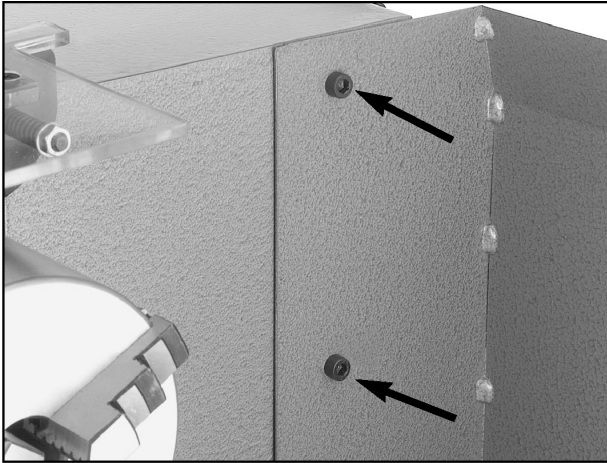
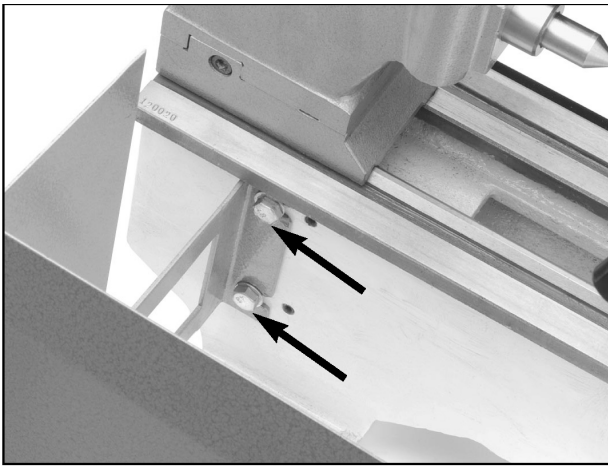

Fig. 1. 2 styreskruer sikrer høyre siden av sprutvernet mot dreiebenken.
Fig. 2. 2 sekskantbolter sikrer høyre siden av sprutvernet mot dreiebenken.
2. Hold sprutvernet mot dreiebenkens bakside, pass på at alle monteringshullene er tilpasset og instruer medhjelperen din om å sette fast sprutvernet med 2 styreskruer M6-1 X 10 etter fig. 1 og 2 sekskantbolter M8-1.25 X 15 og brikker etter fig. 2.